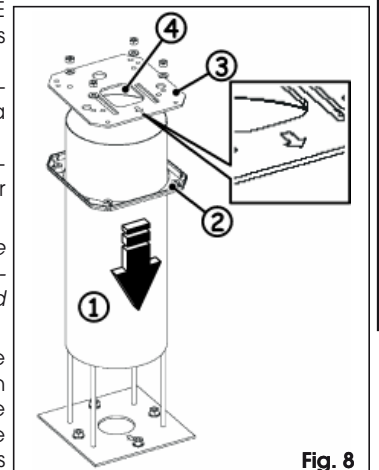

Fig. 8
2. Positionner le tube de support, Fig. 8 réf. ①, sur la plaque de fondation.
3. Introduire le carter en plastique, Fig. 8 réf. ②, et le laisser posé au sol.
4. Positionner la plaque supérieure, Fig. 8 réf. ③, en faisant passer les câbles de connexion dans la flasque carrée, Fig. 8 réf. ④, et les faire sortir sur une longueur d'au moins 600 mm.